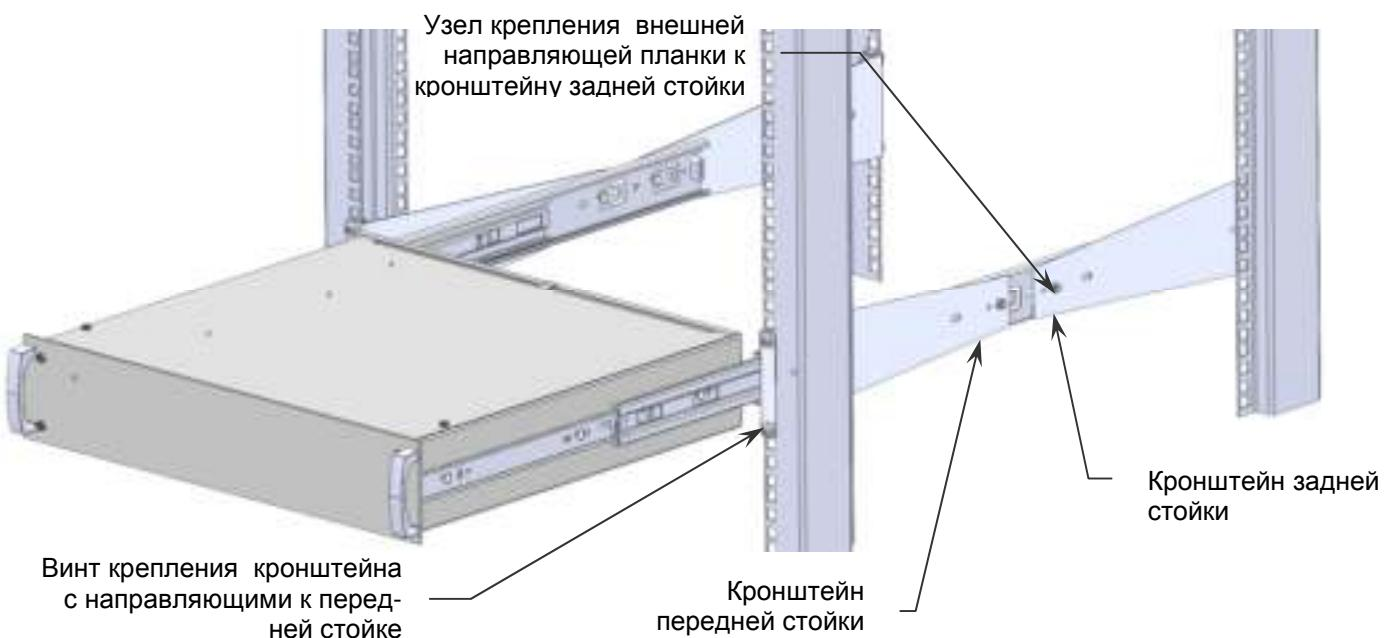

Рисунок 3 - Пример встраивания отсека в телекоммуникационную стойку
Отсек рекомендуется размещать в 19" шкафу или стойке, в месте, с ограниченным доступом посторонних лиц. Отсек устанавливается в стойке на четырех кронштейнах (см. рисунок 3).
- Закрепить на задних стойках кронштейны нужного размера из комплекта поставки таким образом, чтобы они находились на одном уровне с кронштейнами, установленными на передних стойках (см. рисунок 3).
- Вставить отсек внутренними направляющими планками, закрепленными на корпусе, в подвижные части внешних направляющих, установленных в стойке, и задвинуть отсек внутрь стойки до фиксации деблокировочным рычагом (см. рисунок 3).